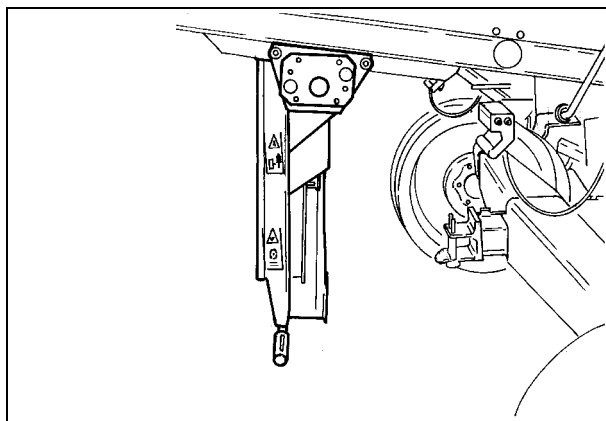

Рис. 36
- - вертикальное (Рис. 36). Оператор может проверить работу узла очистки.